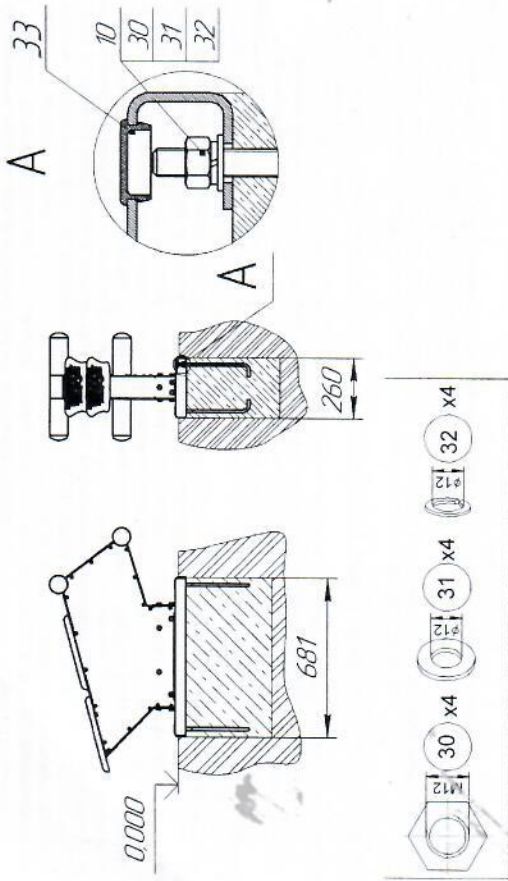

Рис.4
- 12.3.7 Убедиться в сухости и прочности залитого бетона. Установить тренажер на анкерные болты и закрепить с применением фиксатора резьбы, установить заглушки поз. 11 (рис. 4).